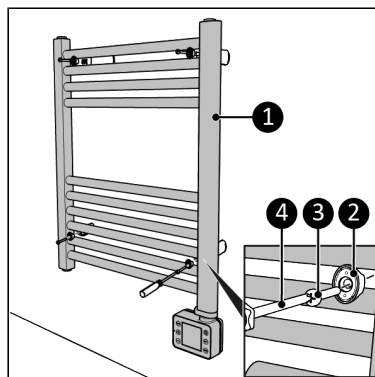

Figure 10.
10. Placez l'appareil (Figure 10, pos. 1) sur les supports muraux.
11. Vissez et serrez l'appareil avec quatre grandes vis (Figure 10, pos. 3) au support mural (Figure 10, pos. 2) à l'aide d'un tournevis cruciforme (Figure 10, pos. 4).